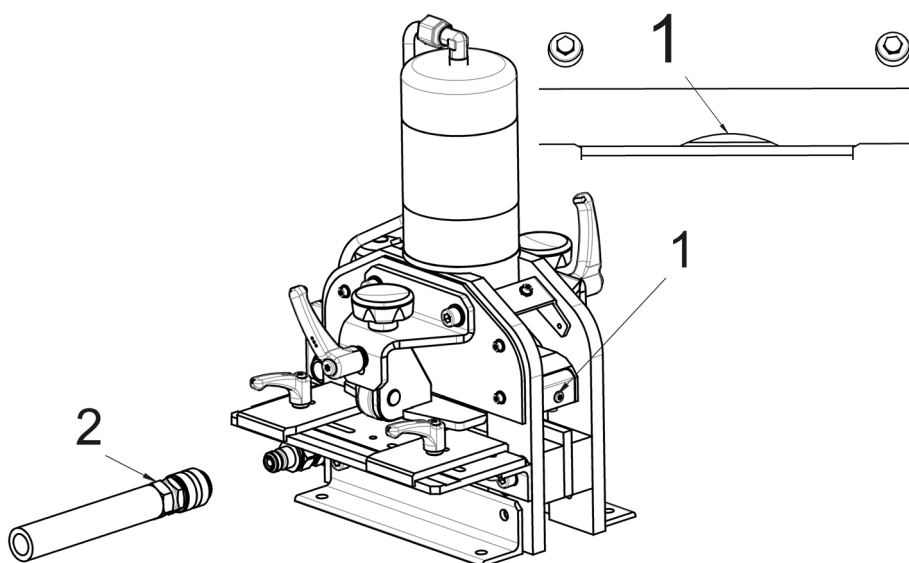

Fig. 10: Lama in posizione inferiore
- Attivare la pompa idraulica e abbassare che la lama fino a quando è visibile solo una piccola curvatura (fig. 10, 1) tra lama e controlama.
- Spegnerne la pompa idraulica ed estrarre immediatamente il giunto idraulico (fig. 10, 2) sull'unità di taglio, in modo che il portalama rimanga nella posizione inferiore.